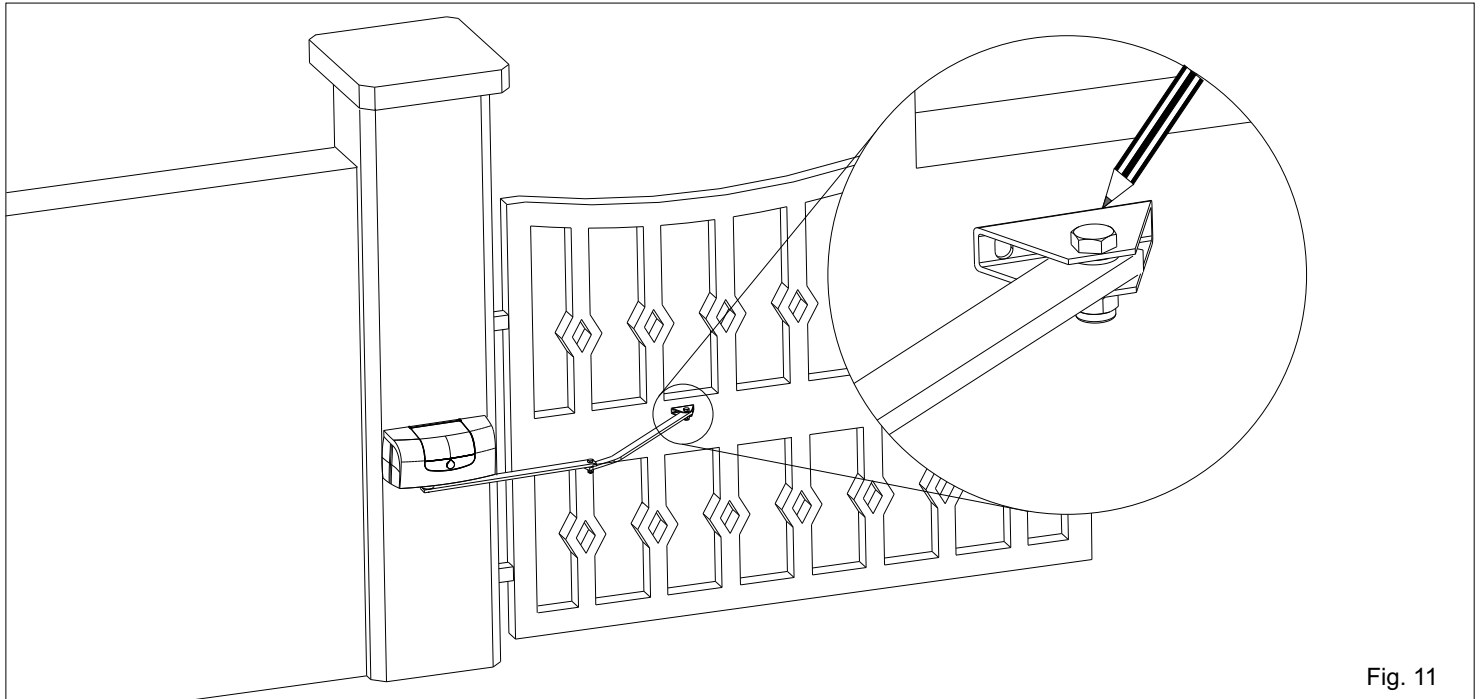
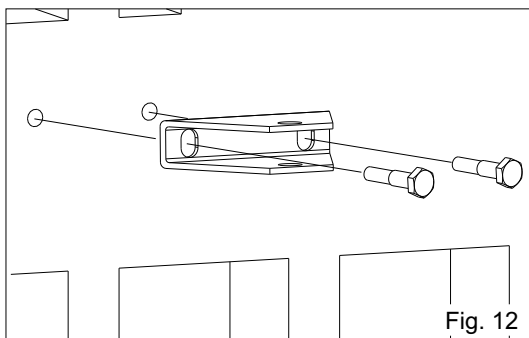

Fig. 11
Fig. 12
- Etendre le bras articulé comme dans Fig. 11 appuyer la jonction antérieure réglable sur le portail et tracer deux signes au centre des deux boutonnières (Fig. 12) en respectant la mesure indiquée dans Fig. 5.
- Percer la porte et fixer la fixation antérieure avec les vis pas en dotation (Fig 12).